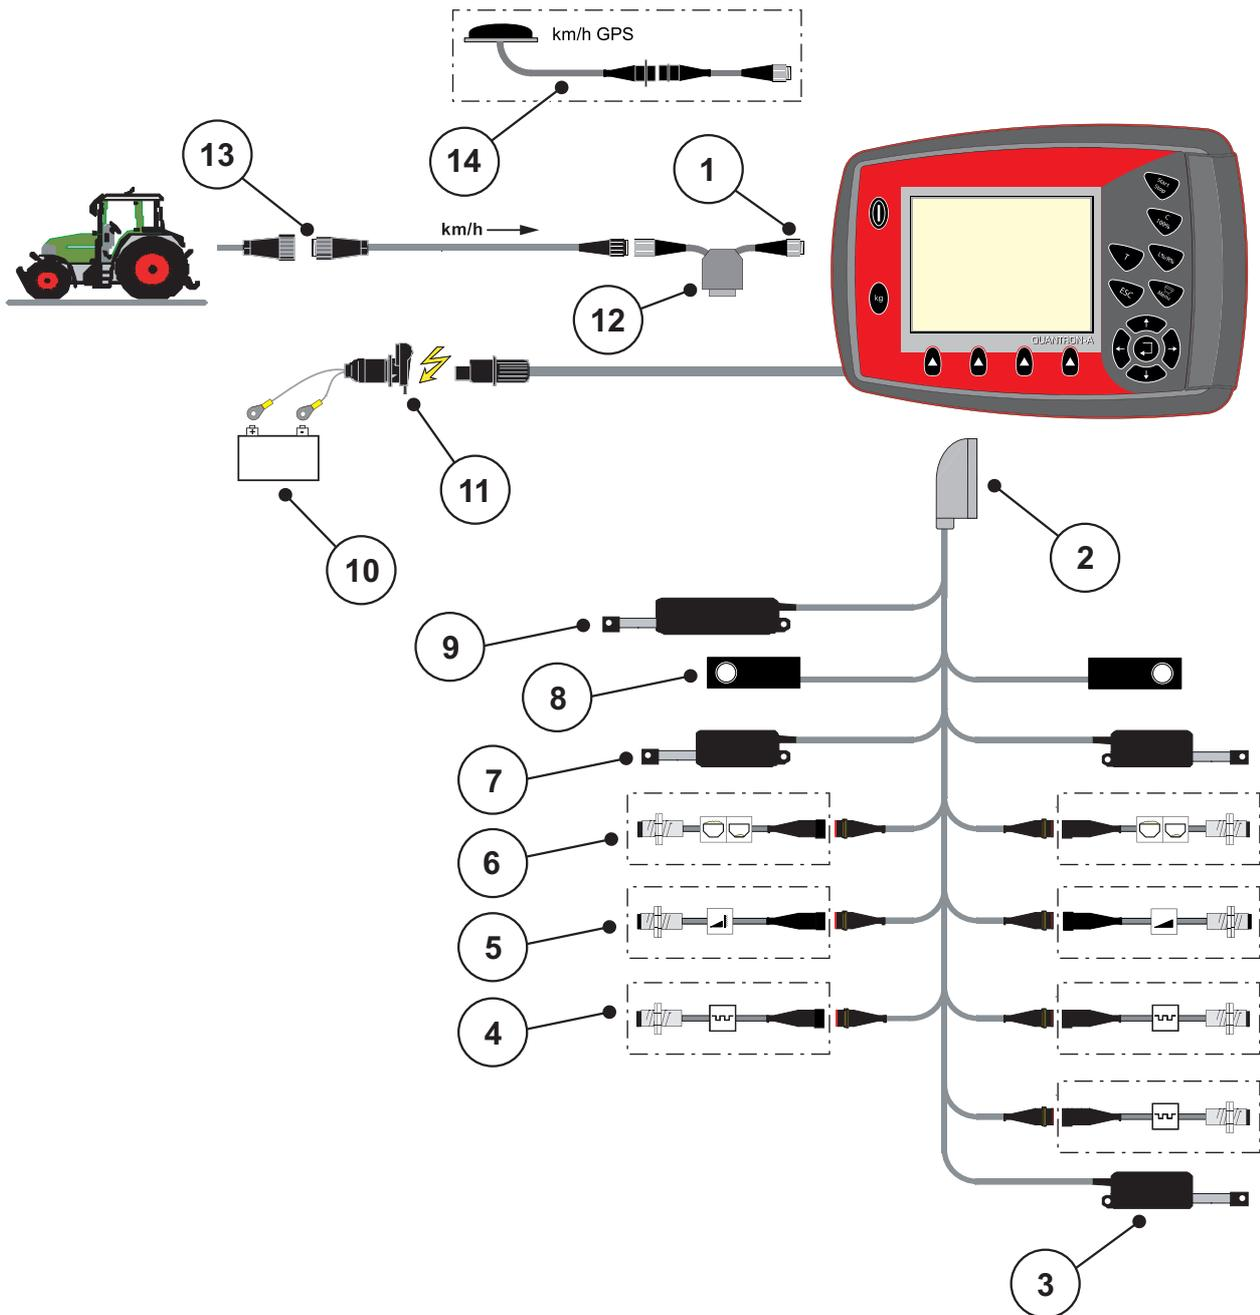
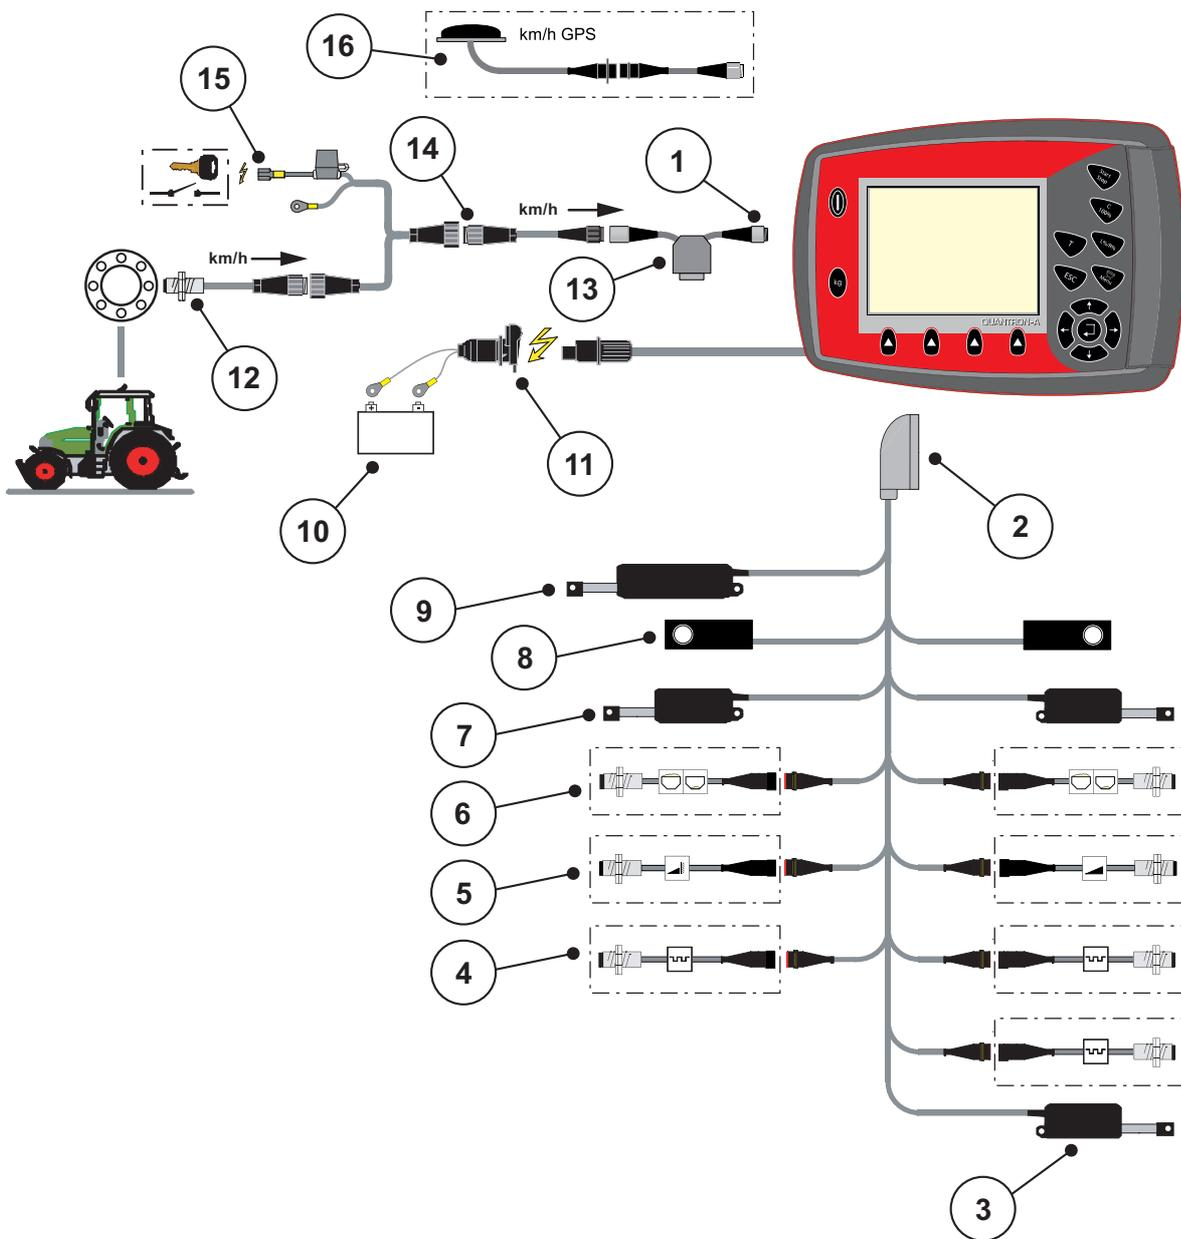

Imagen 3.3: Vista esquemática de las conexiones QUANTRON-A
Imagen 3.5: Vista esquemática de las conexiones QUANTRON-A
- Conectar el cuadro de mandos a la toma de corriente de 7 polos o al sensor de velocidad de desplazamiento (según equipo, véase imagen 3.3 a imagen 3.5).